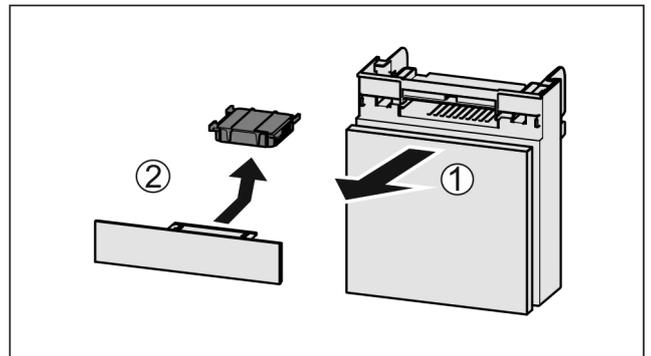

Fig. 109
- ▶ Extraire le compartiment par l'avant Fig. 109 (1).
- ▶ Sortir le filtre à charbon actif Fig. 109 (2).